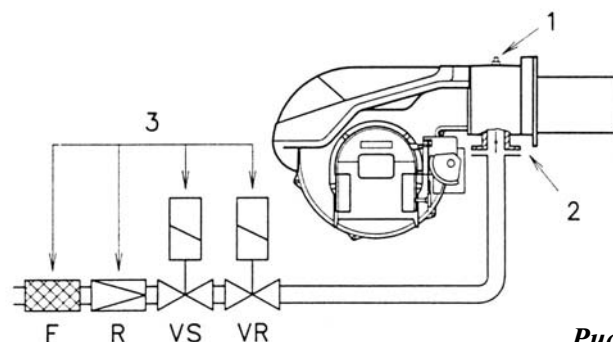

Рис. 6
Давление измеряется на штуцере 1 (рис. 6) при следующих условиях:
Потери давления на газовом клапане 2 (рис. 6) в максимально открытом положении — 90°.
Потеря давления в рампе 3 (рис. 6), включающей: регулировочный клапан VR, предохранительный клапан VS (оба полностью открыты), регулятор давления R, фильтр F.
- Вычесть давление в камере сгорания из давления газа на штуцере 1 (рис. 6);
- Давление газа на штуцере 1 (рис. 6) = 8 мбар
Наоборот, чтобы по известной желаемой мощности горелки на 2-й ступени определить давление, которое должно создаваться на штуцере 1 (рис. 6), нужно:
- $5 + 3 = 8 \text{ мбар}$ составляет требуемое давление газа на штуцере 1 (рис. 6).